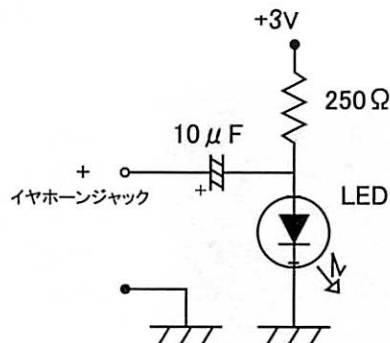
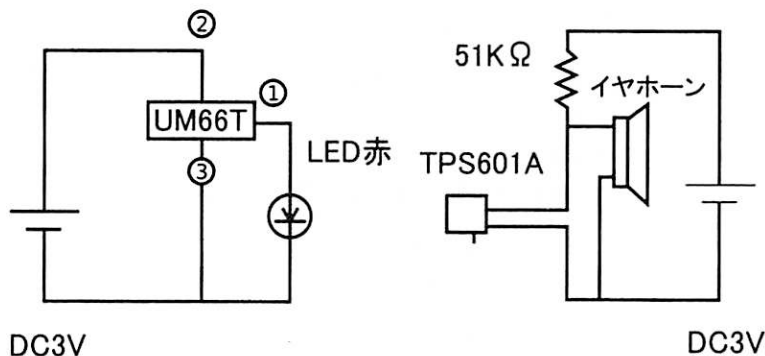

図1 送信部回路図
図3 簡易光通信回路図（送信部と受信部）
各班で2つの送信部（図1,図3）と1つの受信部を製作する。
そんな気持ちでいるときに、ワンダーランド・キットで、製作教材として安価・簡単・確実にできそうな光通信キットのチラシを見つけ、これを基本にメロデーICを使った図3に示す回路を組み立てた。当然、もっと良い方法や光通信学習でよい教具があれば教えていただきたい。この実験セットは、LEDとフォトTRの間の光通信だけでなく、光ファイバーによる実験も簡単でわかりやすくできる。
実験④もうひとつの超簡単送信回路(図3の簡易光通信回路)を使って